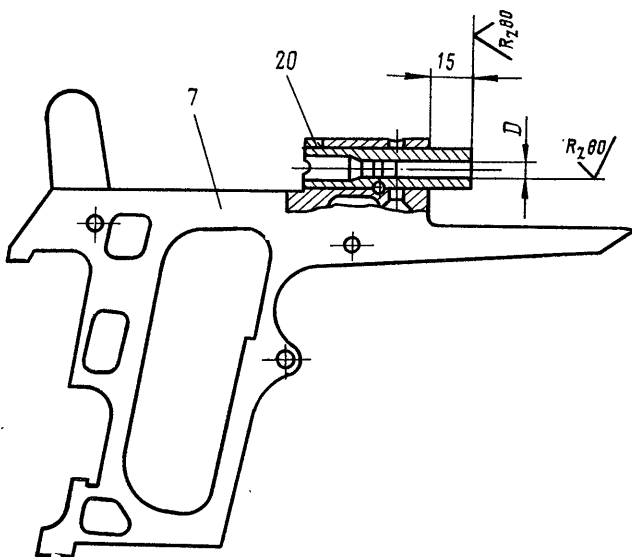

Рис. 59. Подготовка негодного ствола к выпрессовке:
16.4. Если ствол посажен очень туго, т. е. не выпрессовывается с помощью вкладыша, то обрезать ствол по рис. 59, рассверлить канал ствола Д.